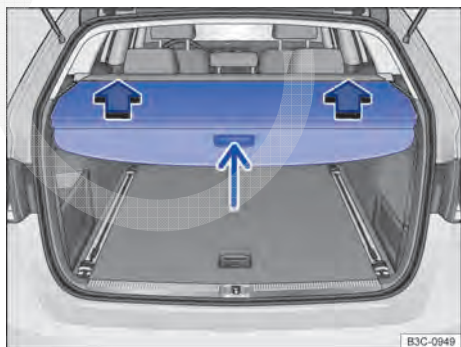

Fig. 112 No compartimento de bagagem: cobertura fechada do compartimento de bagagem.
- Na região frontal $\Rightarrow$ Fig. 112 (seta pequena), pressionar a cobertura do compartimento de bagagem. A cobertura do compartimento de bagagem se abre sozinha até a metade do compartimento de bagagem.
- Fixar as terminações das barras transversais nas aberturas à esquerda e à direita, no revestimento lateral $\Rightarrow$ Fig. 112.